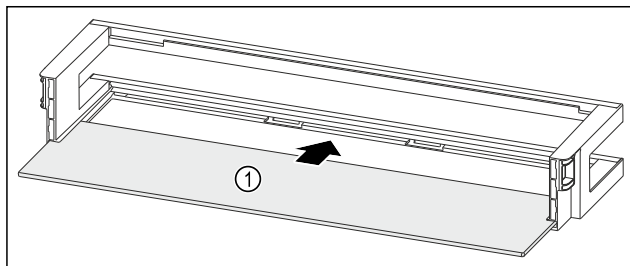

Fig. 99 Deurrek met draagplateau
- Draagplateau Fig. 99 (1) in de zijdelingse inkepingen schuiven.